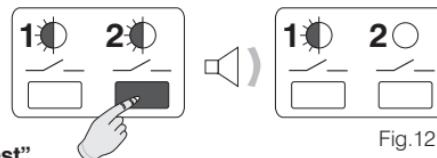

Fig.12
- Mantenere premuto il **tasto 2** fino alla emissione di un singolo segnale acustico, quindi rilasciarlo. Il **LED 2** è spento ed il **canale 2** è indipendente dal **cronotermostato “Master”**(fig.12).